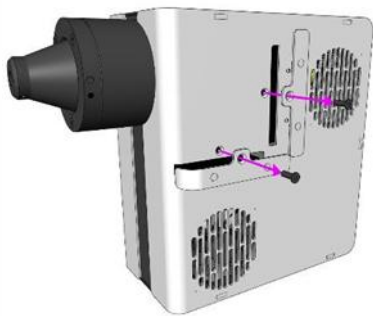

Abbildung 21
1. Entfernen Sie die Erregungsfilterabdeckungen von der pE-400max Lichtquelle, indem Sie die M3-Inbusschrauben mit einem 1,5-mm-Inbusschlüssel herausdrehen (Abbildung 21 ).